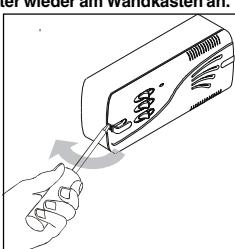

Abb.2a:
- 1 Lösen Sie die Frontplatte vom Montagerahmen, indem Sie die Schraubenabdeckungen abnehmen und die zwei Schrauben entfernen (siehe Abb. 2a und 2b).